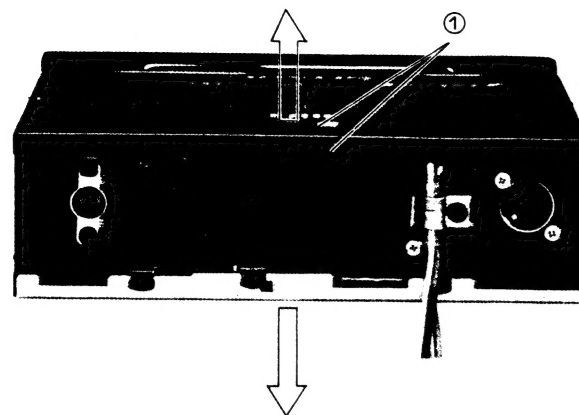

Figure 5-1
- (1) Remove the two screws from the top cabinet, then take it out (See figure 5-1).
- (1) Die beiden Befestigungsschrauben des Obergehäuses entfernen, wonach es dann abgenommen werden kann. (Siehe Abbildung 5-1).
- (1) Déposer les deux vis du haut du coffret et le déposer. (Voir la Fig. 5-1).